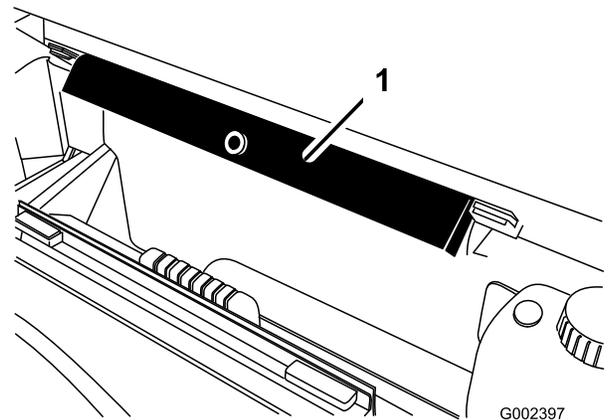

Figure 46
6. Sortez la béquille de sécurité des supports de rangement au dos de l'arceau de sécurité (ROPS) (Figure 46).